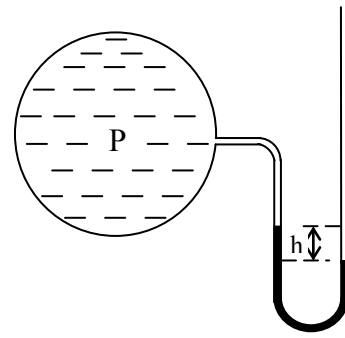

Рисунок 4.7
**4.2.7** Для вимірювання тиску у посудині, що заповнена газом, застосовується вакуумметр, заповнений рідиною P. Визначити величину вакууму у місці встановлення вакуумметра, якщо висота підняття рідини в його трубці h (див. рис. 4.7).